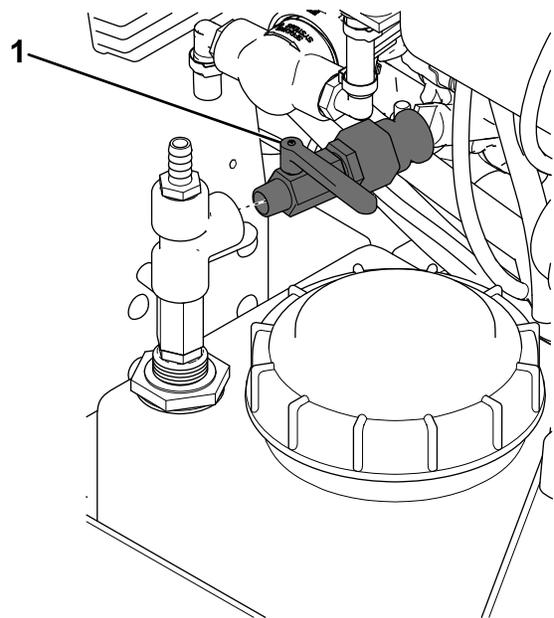

Bild 9
4. Tragen Sie Gewindesicherungspaste am Ende des Zusatztankventils auf und bringen Sie es am Pumpenventil an (Bild 9).